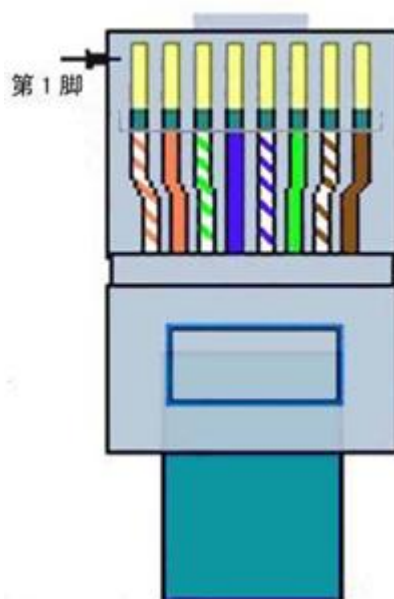

图 4 网线线序
- c) POE 供电：通过普通 RJ45 网口的引脚 5（GND）和引脚 8（VCC）两根线可以给 ZLAN5400 供电，供电电压为 9~24V 之间的任何值。RJ45 网线线序参考图 4。